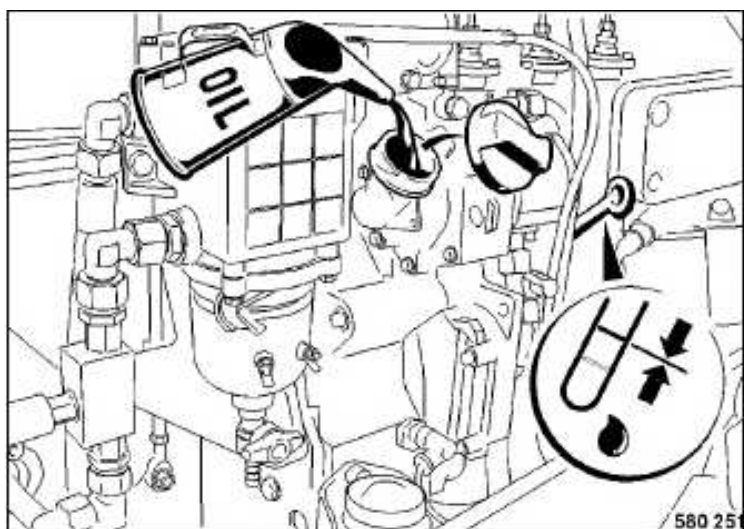

Fig. 109
- Rellenar nuevo aceite de motor (Fig. 109).